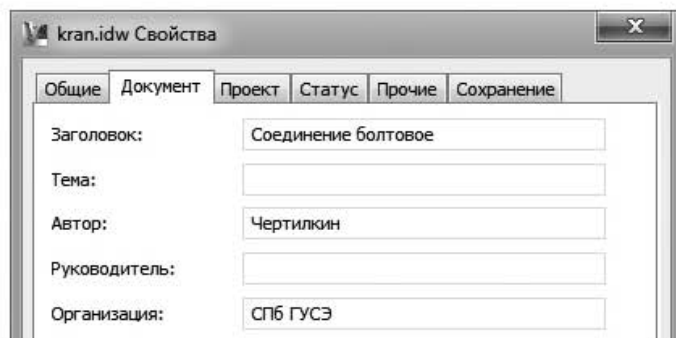

Рис. 9.14. Вкладка Документ окна Свойства
1. Проверьте, чтобы в каждом файле детали модели сборки были заполнены необходимые поля диалогового окна команды **Свойства** , вызываемого щелчком на кнопке  (рис. 9.14–9.16). Создайте новый файл чертежа, в котором будем создавать спецификацию. В файле спецификации укажите такие же свойства, как у сборочного чертежа.